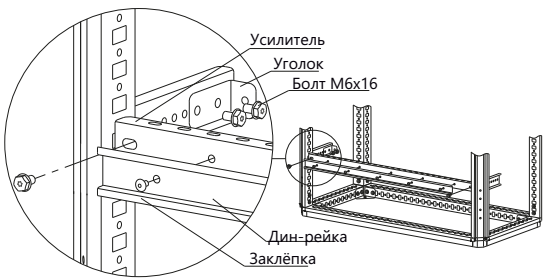

Рисунок 3
4.1.3 Установить уголки на кронштейны на нужную глубину, закрепить болтами самонарезающими М6×16 момент затяжки – 7 Н·м (рисунок 3).